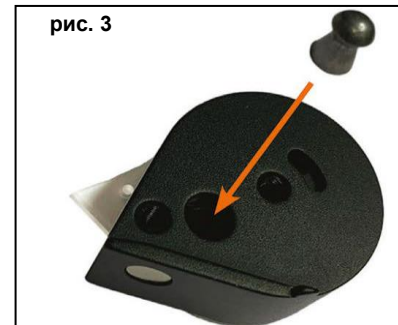

рис. 3
- Продолжая удерживать крышку под натяжением пружины, переверните магазин и вставьте одну пулю в открытое отверстие. Эту пулю необходимо вставлять юбкой вперёд (рис. 3).